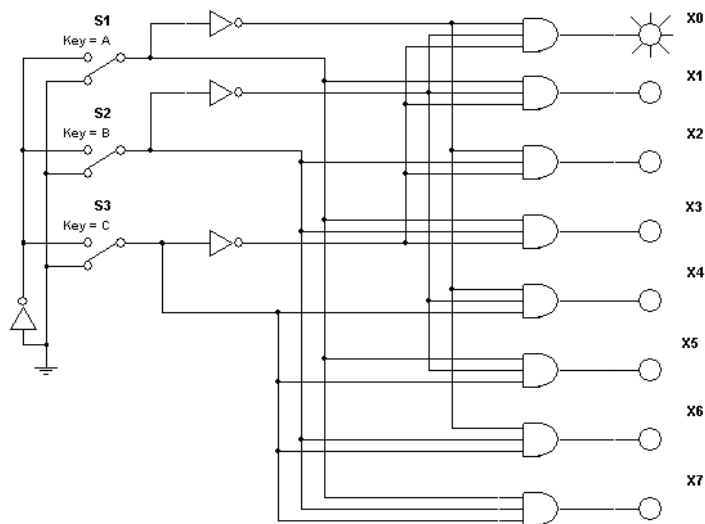

Рис. 43. Дешифратор  $3 \times 8$
1. Нарисовать схему дешифратора  $3 \times 8$  (рис. 43). Для этого поместить на схему восемь логических схем ЗИ, восемь светодиодов, пять логических схем НЕ, три переключателя на два направления и три вольтметра.